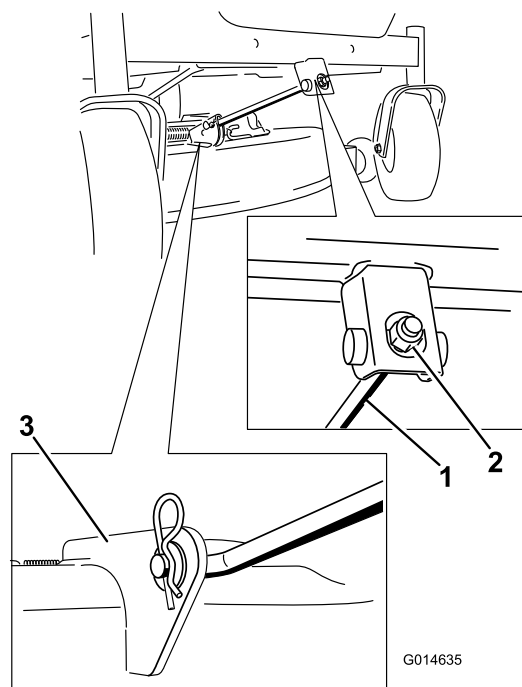

Figura 76
5. Îndepărtați tiftul în formă de agrafă de pe tija de sprijin din față și scoateți tija din suportul pentru punte (Figura 76).
8. Fixai tija de sprijin față de puntea mâinii de tuns iarba cu tiftul cu cap și gaură și tiftul în formă de agrafă (Figura 76).